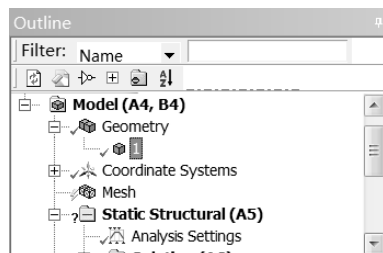

图 6-46 添加材料后的分析树
Step3：单击参数列表中 Material 下 Assignment 后的 按钮，此时会出现刚刚设置的材料 Aluminum Alloy，选择即可将其添加到模型中去。此时分析树 Geometry 前的 ? 变为 ✓，如图 6-46 所示，表示材料已经添加成功。